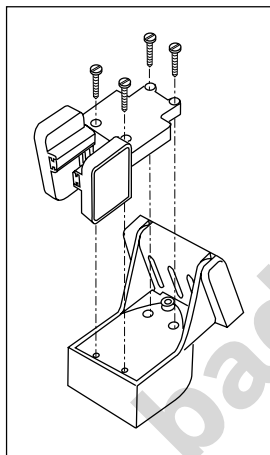

Рис.2-7
2. Излучатель “Sidelooker” укрепляется в том же самом держателе струбины, что и стандартный транцевый излучатель. Подробности - на рис.2-7. Струбина излучателя устанавливается так, как это было описано выше.